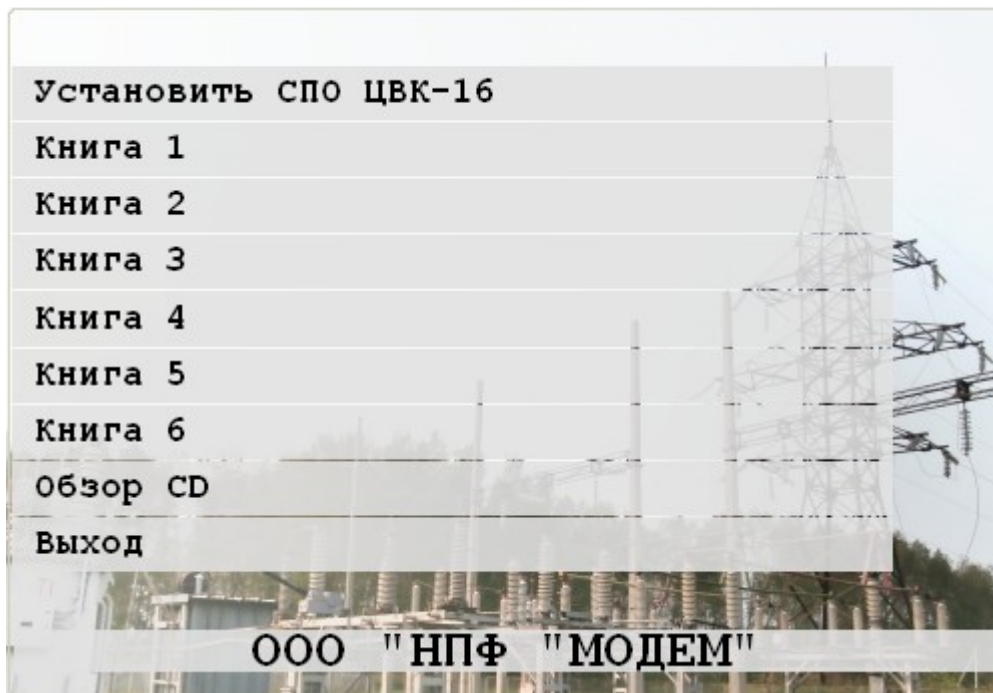

Рисунок 2.1. Окно запуска CD диска
- 2) При установке диска в CD привод автоматически запускается программа установки сервисного программного обеспечения (СПО), рис.2.1.